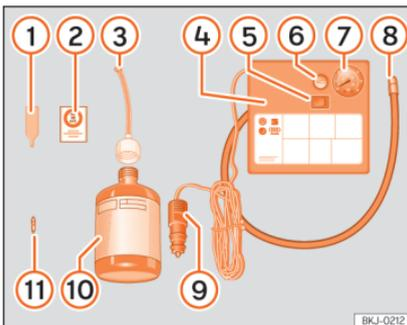

Abb. 32 Prinzipdarstellung: Bestandteile des Pannensets.
Das Pannenset befindet sich im Gepäckraum unter dem Bodenbelag. Es besteht aus folgenden Bestandteilen »» **Abb. 32**:
- Ventilkappe und Ventileinsatz vom Reifenventil abschrauben. Verwenden Sie den Ventileinsatzdreher »» **Abb. 32** ① zum Heraus-schrauben des Ventileinsatzes. Legen Sie den Ventileinsatz auf einem sauberen Untergrund ab.
- Reifendichtmittelflasche kräftig schütteln »» **Abb. 32** ⑩.
- Schrauben Sie den Einfüllschlauch »» **Abb. 32** ③ auf die Dichtmittelflasche. Die Folie am Verschluss wird automatisch durchstoßen.
- Verschlussstopfen vom Einfüllschlauch »» **Abb. 32** ③ entfernen und das offene Ende ganz auf das Reifenventil stecken.
- Ventileinsatz mit dem Ventileinsatzdreher »» **Abb. 32** ① wieder in das Reifenventil schrauben.
- Reifenfüllschlauch »» **Abb. 32** ⑧ des Luftkompressors fest auf das Reifenventil schrauben.
- Prüfen, ob die Luftablassschraube »» **Abb. 32** ⑥ zuge dreht ist.
- Stecker »» **Abb. 32** ⑨ in die 12 Volt-Steckdose des Fahrzeugs stecken »» **Seite 160**.
- Luftkompressor mit dem EIN- und AUS-Schalter »» **Abb. 32** ⑤ einschalten.
- Kleben Sie den Aufkleber »» **Abb. 32** ② im Sichtfeld des Fahrers auf das Kombi-Instrument.
Den Reifenfüllschlauch »» **Abb. 32** ⑤ wieder anschließen und den Reifenfülldruck an der Reifenfülldruckanzeige ⑥ ablesen.